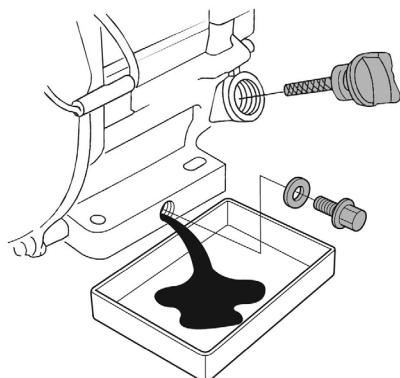

Рис. 29 Замена масла в двигателе
(1) Техническое обслуживание должно осуществляться более часто, при работе в пыльных условиях.
(2) Данный вид работ необходимо выполнять в авторизованном сервисном центре.
6. Открутите пробку для слива масла и слейте отработанное масло в подготовленную для этого емкость (Рис. 29).